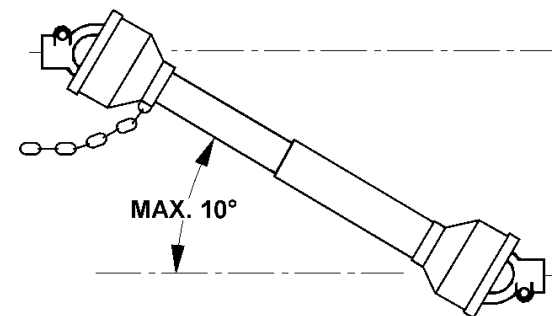

Fig. 6
- 49) Disinserire, sempre, la presa di forza quando l'albero cardanico supera un angolo di 10 gradi (Fig. 6) e quando non viene usata.
- 49) *Always disconnect the power take-off when the Cardan shaft is at too wide an angle (never more than 10° - Fig. 6) and when it is not being used.*